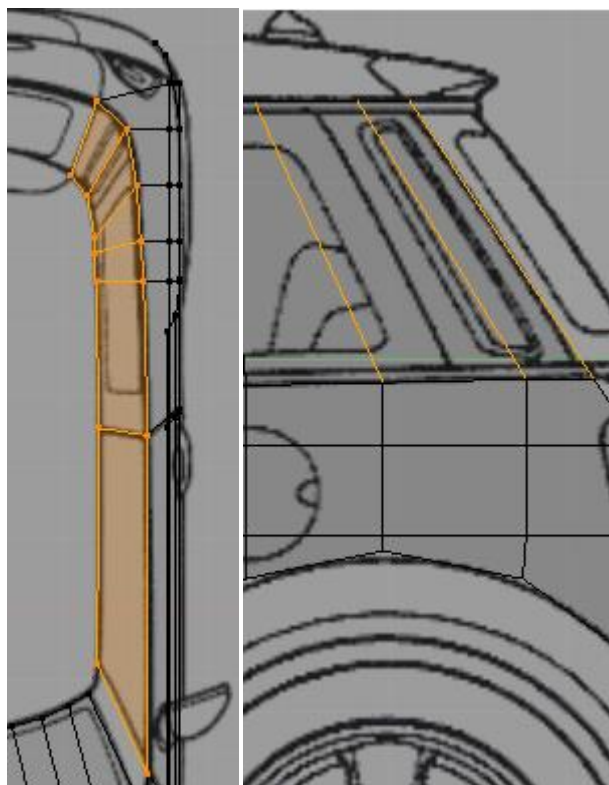

Figura 4.59
15. Nas janelas Top Ortho e Righ Ortho, proceda aos alinhamentos com os pontos de referência que sejam pertinentes, figura 4.59.